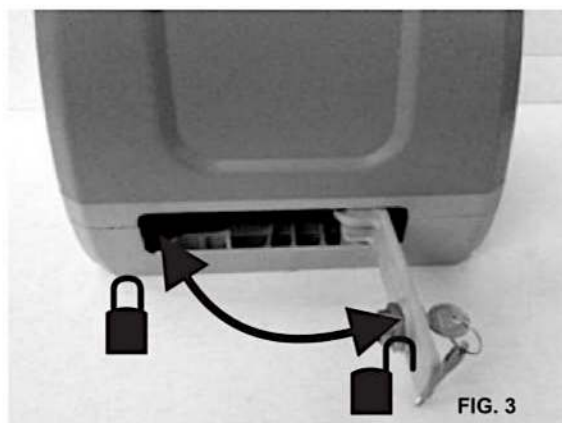

FIG. 3
- 3-tirar la leva hacia el exterior hasta que se desbloquee completamente el operador(fig 3)